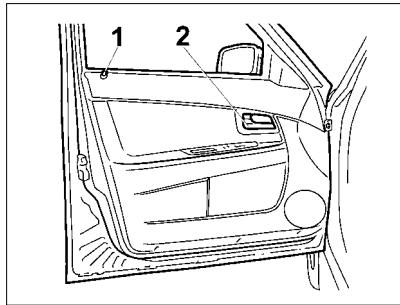
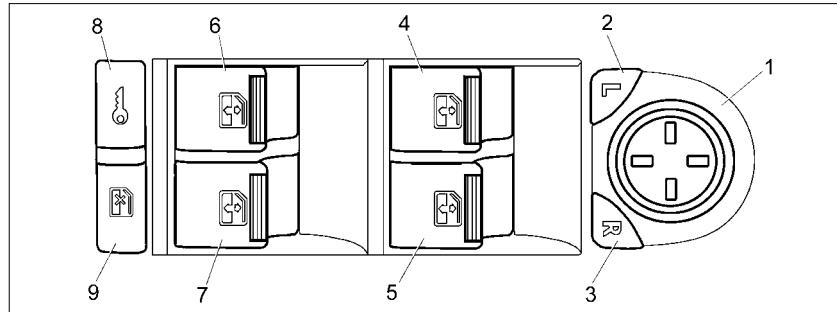
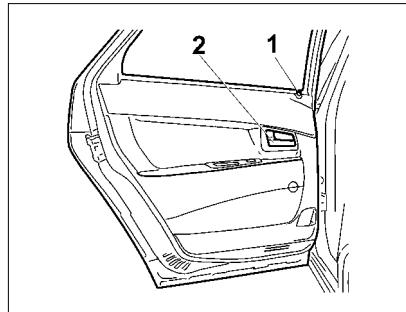

Рис. 4. Передняя левая дверь
Рис. 6. Модуль двери водителя
Рис. 7. Задняя левая дверь
**Передние двери** блокируются: снаружи – поворотом ключа 1 (рис. 3) или нажатием кнопки блокировки  на пульте дистанционного управления; изнутри – нажатием кнопки 1 (рис. 4, 5) на обивке двери или клавиши 8  в модуле двери водителя (рис. 6). Блокировать замки передних дверей можно только при закрытых дверях.
**Двери открываются:** снаружи – за ручку в направлении стрелки (рис. 3), а изнутри – поворотом на себя рукоятки 2 (рис. 4, 5). Если замок двери заблокирован, то ручка будет иметь холостой ход.
**Для подъема и опускания стекол** передних и задних дверей используются электростеклоподъемники, которые могут управляться от переключателей модуля двери водителя (рис. 6, поз. 4...7)\*, от переключателей в пассажирских дверях и от кнопок и пульта дистанционного управления. Для подъема нужного вам стекла потяните за край соответствующего переключателя электростеклоподъемника вверх.
\* В вариантом исполнении переключатели поз. 6, 7, 9 рис. 6 могут отсутствовать.
**Задние двери** блокируются снаружи – пультом дистанционного управления, изнутри салона нажатием кнопки 1 (рис. 7, 8) на двери или клавиши 8 в модуле двери водителя (рис. 6). Блокировка замков задних дверей возможна как при открытых, так и при закрытых дверях.
Для опускания и подъема стекла задних дверей используются электростеклоподъемники (**в вариантом исполнении**), которые приводятся в действие переключателями 6 и 7 (рис. 6) в модуле двери водителя и кнопками ⓧ и ⓨ пульта дистанционного управления.